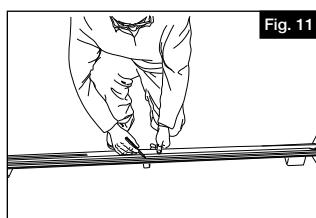

Fig. 11
- a. Coupez la cale de soutien (M) au dégagement déterminé à l'étape 2 sous la lissoir basse et la placez au point central (Figures 11 et 12).